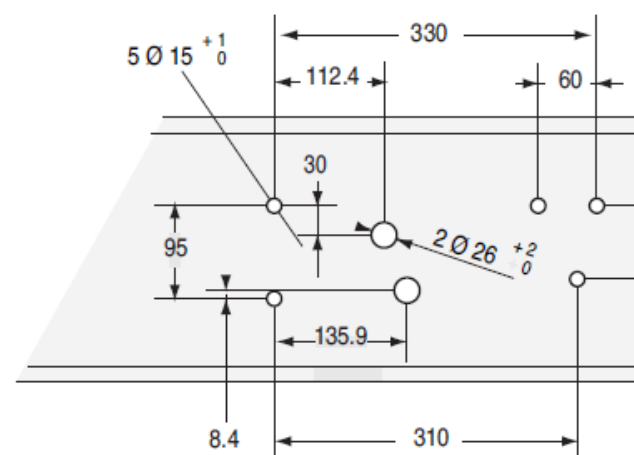

Fig. 3a
È obbligatorio usare tutti i fori (Fig. 3a e 3b).
- Foratura dei longheroni (vedi Fig. 3a e 3b).